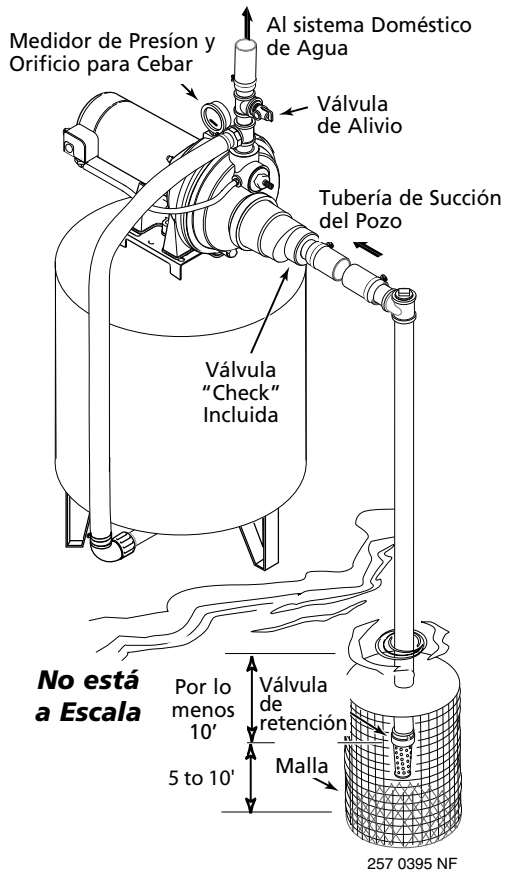

Figura 7 – Instalación para Agua Superficial
3. Instale una válvula de retención y la tubería de succión (Vea la Figura 7). Asegúrese que la válvula de retención funcione libremente. Utilizar cinta selladora de PTFE para roscas de tubería sobre las juntas roscadas de la tubería. Proteja la conexión de la válvula de retención de peces, basura, etc. con la instalación de una malla de alambre a su alrededor (Vea la Figura 7).
5. Instale una "T" para cebar, tapón para cebar y la tubería de succión a la bomba (Vea la Figura 7). Soporte la tubería para que no haya inclinaciones verticales o hundimientos en ella a fin de que no ejerza tensión sobre el cuerpo de la bomba y con el propósito de que no se incline ligeramente hacia arriba desde el pozo hacia la bomba (los puntos altos pueden ocasionar que se formen bolsas de aire que pueden bloquear la bomba). Sellar las juntas de la tubería de aspiración con cinta selladora de PTFE para roscas de tubería. Las juntas deben ser a prueba de agua y estar herméticamente cerradas. Si la tubería de succión pudiera succionar aire, la bomba no podría sacar agua del pozo.